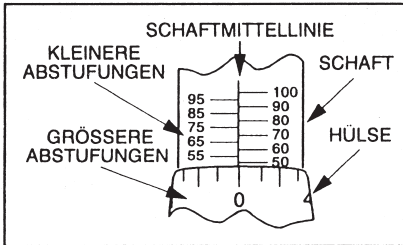

Abb. 2 - Drehmomenteinstellung 50
3. Während der Sperrring in der offenen Position festgehalten wird, den Drehmomentschlüssel auf das gewünschte Drehmoment einstellen, indem Griff oder Schaft, wie auf Abb. 2 und 3 nachstehend gezeigt, gedreht wird.